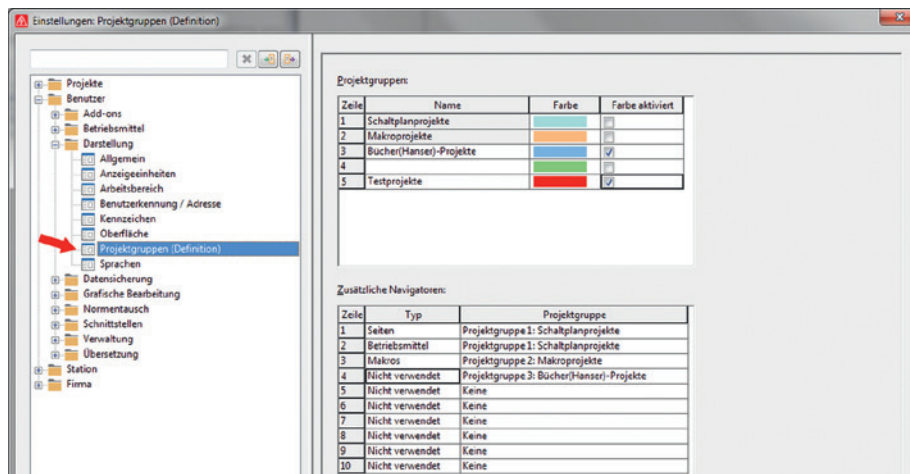

Bild 2.37 Definition von Projektgruppen
- **Projektgruppen (Definition):** Mit diesen Einstellungen können eigene Projektgruppen erstellt und später dann den eigentlichen Projekten zugeordnet werden (Bild 2.37). Die Projektgruppen »Schaltplanprojekte« und »Makroprojekte« sind von EPLAN vordefiniert und können nicht geändert werden. Weiterhin besteht zusätzlich die Möglichkeit, weitere Navigatoren den Projektgruppen zuzuordnen.